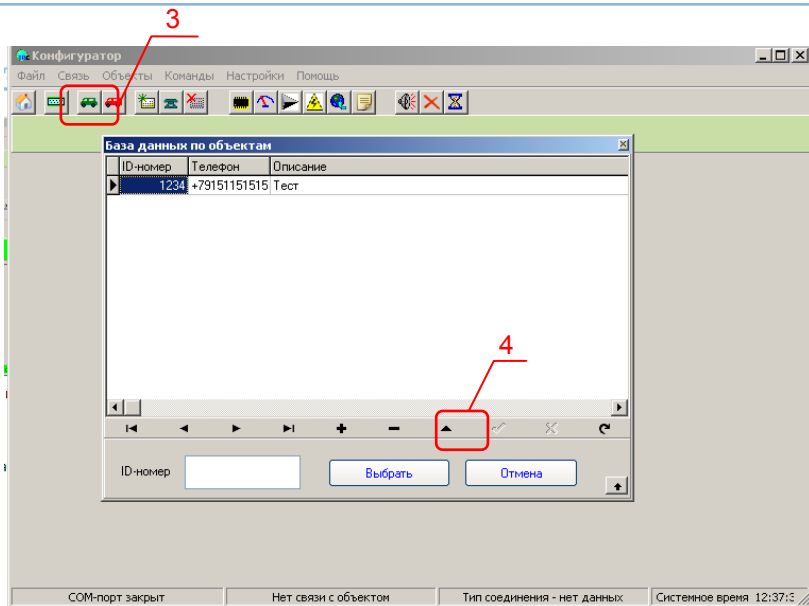

Рисунок 11 –Выбор контроллера в окне
2. Выбрать для конфигурирования бортовой контроллер. Для этого открыть окно «База данных по объектам» нажатием на кнопку **3** (см. рисунок 11).